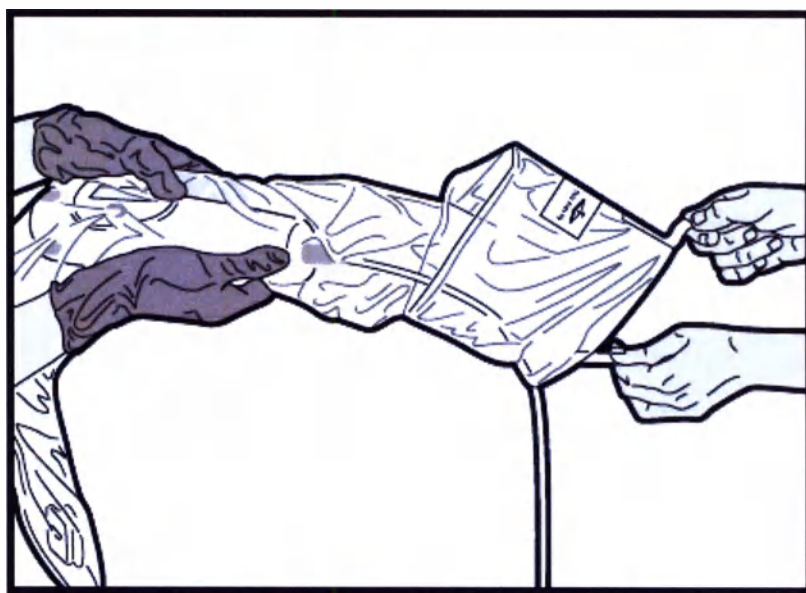

Рис. 5. Распрямление пакета
6. После этого оператор, находящийся внутри стерильного поля, захватывает покрытый моторный привод MDU5 PLUS. Оператор, находящийся вне стерильного поля, берется за ручки пакета и тянет за них до полного распрямления пакета (рис. 5).